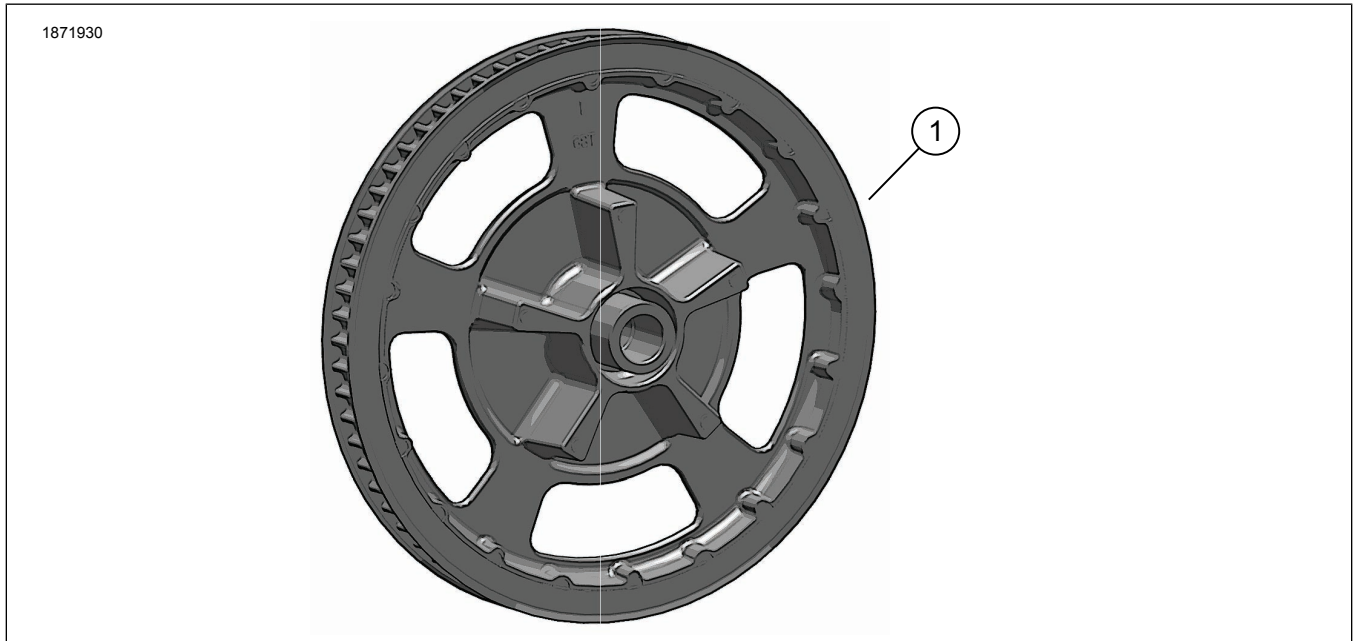

Figure 1. Contenu du kit : Pignon
1. Voir la figure 1. Installer un **nouveau** pignon (1). Consulter le manuel d'entretien.